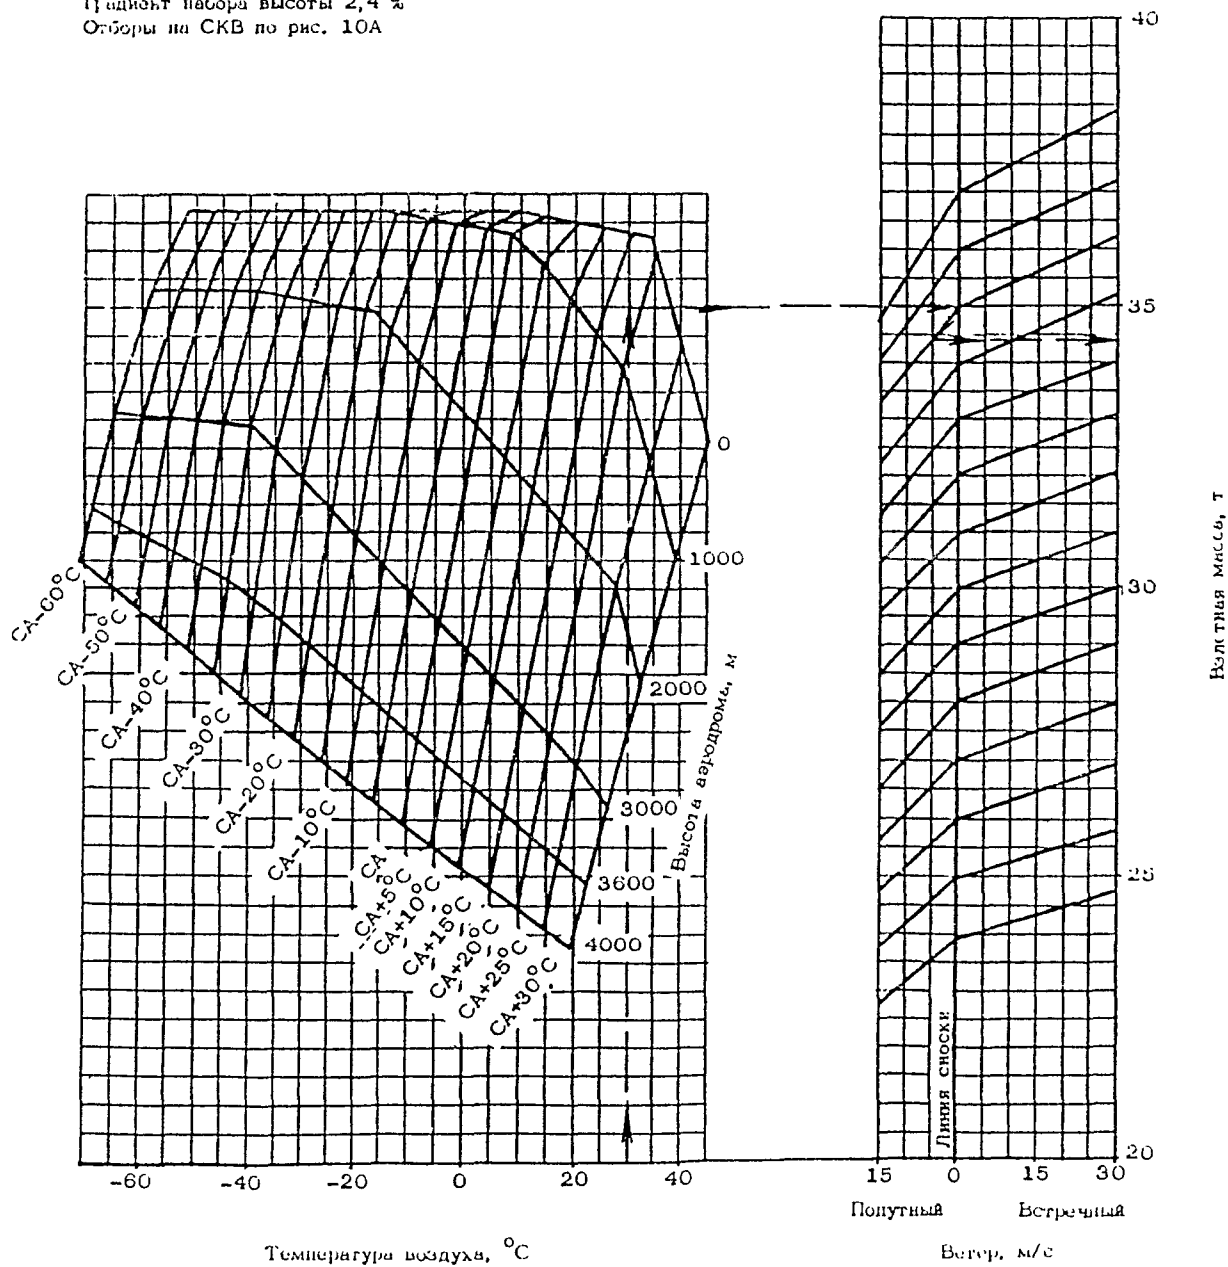

РИС. 20. МАКСИМАЛЬНАЯ ВЗЛЕТНАЯ МАССА
1. По рис. 20 допустимая взлетная масса 35,6 т.
2. По рис. 20 принимаем максимальную взлетную массу 35,6 т.